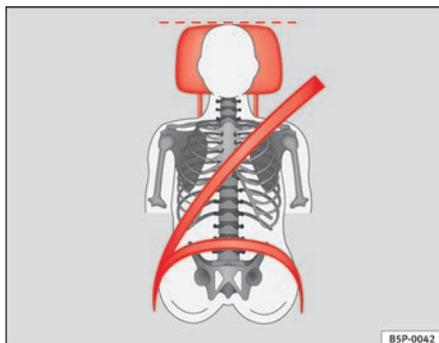
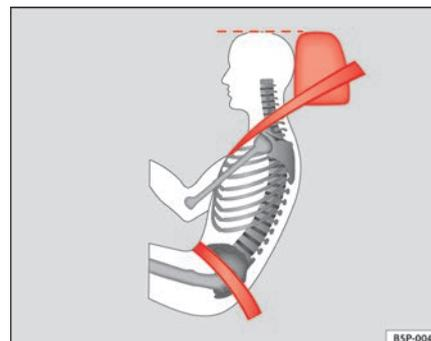

Abb. 83 Von vorne betrachtet: richtig eingestellte Kopfstütze und korrekter Gurtbandverlauf
Abb. 84 Von der Seite betrachtet: richtig eingestellte Kopfstütze und korrekter Gurtbandverlauf
- Stellen Sie die Kopfstütze so ein, dass die Oberkante der Kopfstütze sich auf einer Höhe mit dem oberen Teil Ihres Kopfes befindet ⇒ Abb. 83 und ⇒ Abb. 84.